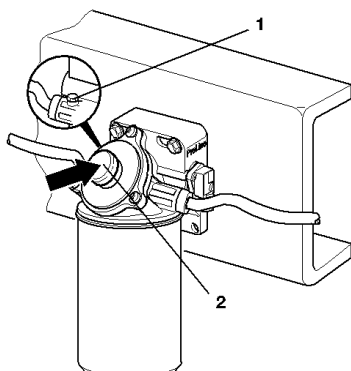

Рисунок 19 – Удаление воздуха:
7. Отвернуть резьбовую пробку вентиляционного отверстия 1 (рисунок 19).